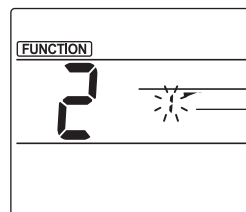

Fig. 2
- ② Seleccione el número de deflector (Fig. 2)